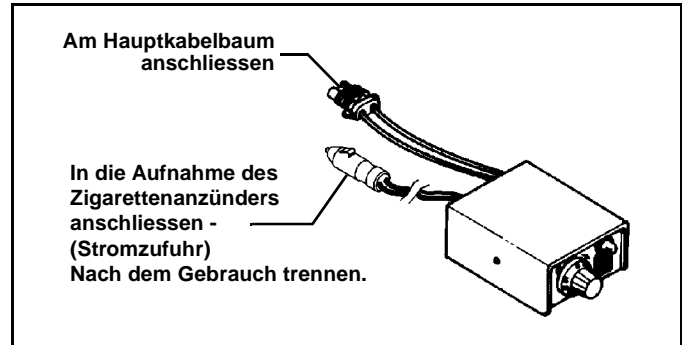

Abb. 1-7
19. Für die in der Kabine gelieferte variable Drehzahlsteuerung wird als erstes der Hauptstromkabelbaum mit der Steuerung und dann den Zigarettenanzünder Anschluss an die Stromzufuhr (Zigarettenanzünderaufnahme) im Fahrzeug anschließen. Wenn die Streuersteuerung nicht benutzt wird, den Anschluss des Zigarettenanzünders von der Stromzufuhr trennen. (Siehe Abb. 1-7).